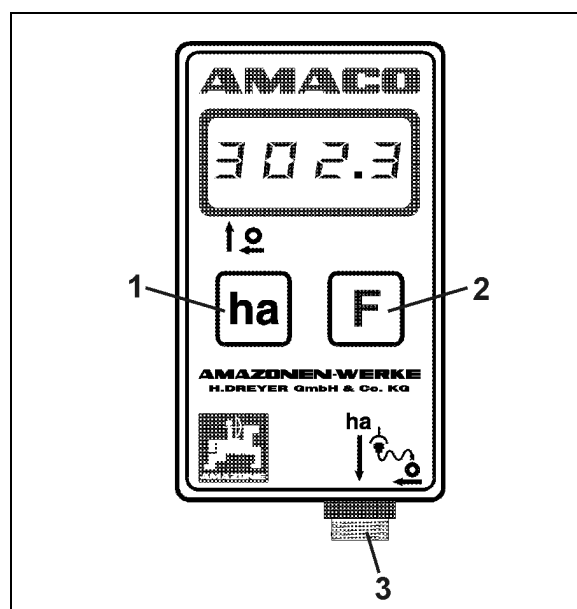

Fig. 3
Tasto **ha** (Fig. 3/1).
Tasto **F** (Fig. 3/2).
- **Collegamento sensore (Fig. 3/3).**